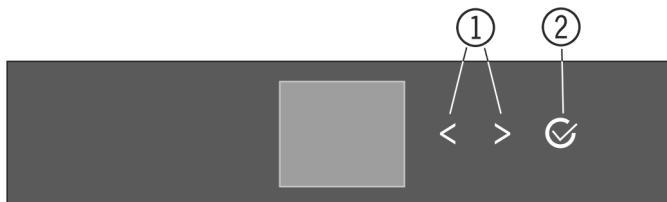
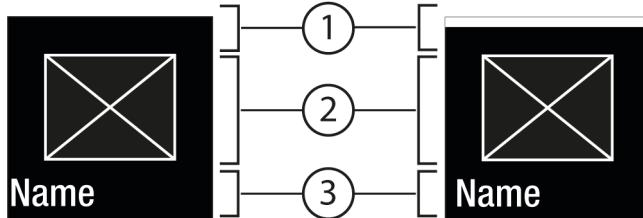
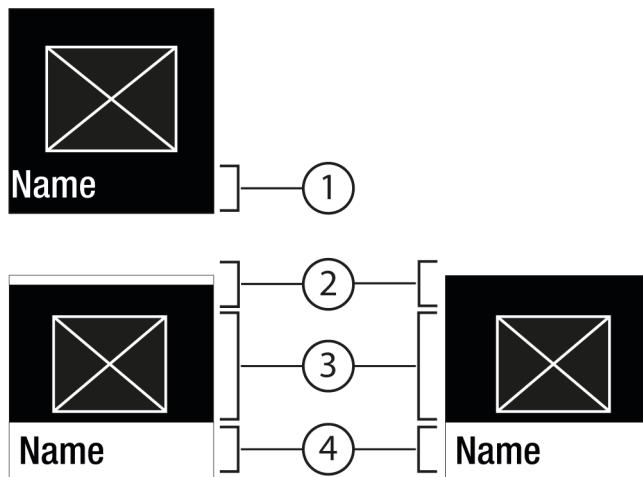

Fig. 5
Fig. 6
Fig. 7
- (1) Навигационная стрелка влево / вправо
- (2) Подтвердить
Навигационная стрелка влево / вправо Fig. 5 (1):
Подтвердить Fig. 5 (2):
- Навигация при помощи навигационной стрелки влево / вправо Fig. 5 (1).
- С помощью Подтвердить Fig. 5 (2) вызвать Подменю Fig. 7 (4).
- Установка нового значения: С помощью Подтвердить Fig. 5 (2) выбрать деактивированное значение Fig. 6 (1).
- Назад в меню: С помощью Подтвердить Fig. 5 (2) выбрать уже активированное значение Fig. 6 (2).
- Навигационные стрелки Fig. 5 (1) нажмите до тех пор, пока не появится индикация функции .
- Нажмите на Подтвердить Fig. 5 (2).
- Навигационные стрелки Fig. 5 (1) нажмите до тех пор, пока не появится индикация функции.
- С помощью навигационных стрелок Fig. 5 (1) выберите значение настройки.
- Состояние: активировано Fig. 6 (1) появляется недолго в Подменю Fig. 7 (4).
- ▶ Нажимайте навигационные стрелки *Fig. 5 (1)* до тех пор, пока не появится индикация настроек .
- ▶ Нажмите на Подтвердить *Fig. 5 (2)*.
- ▶ Нажимайте навигационные стрелки *Fig. 5 (1)* до тех пор, пока не появится индикация требуемой настройки.
- ▶ Нажмите и удерживайте в течение 3 секунд Подтвердить *Fig. 5 (2)*.